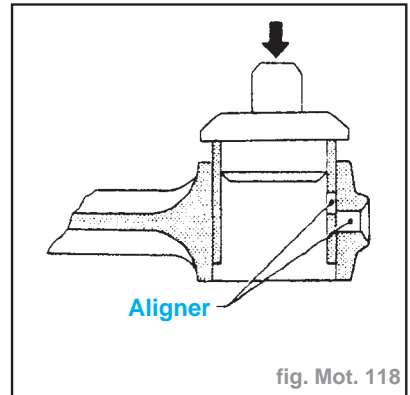

fig. Mot. 118
- Insérer la bague de bielle jusqu'à ce qu'elle soit au même niveau que l'extrémité de la bielle (fig. Mot. 118).